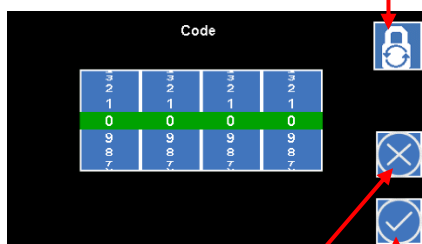

Abbildung 20
1. Drücken Sie im Menü **Messwerte** auf das Icon **Passwort** (1).
2. Stellen Sie den Code mit den Drehrädern ein (siehe Abbildung 20).
3. Drücken Sie auf das Icon **Übernehmen** (2).
- Drücken Sie auf das Icon **Passwort wechseln** (4) (siehe Abbildung 20).